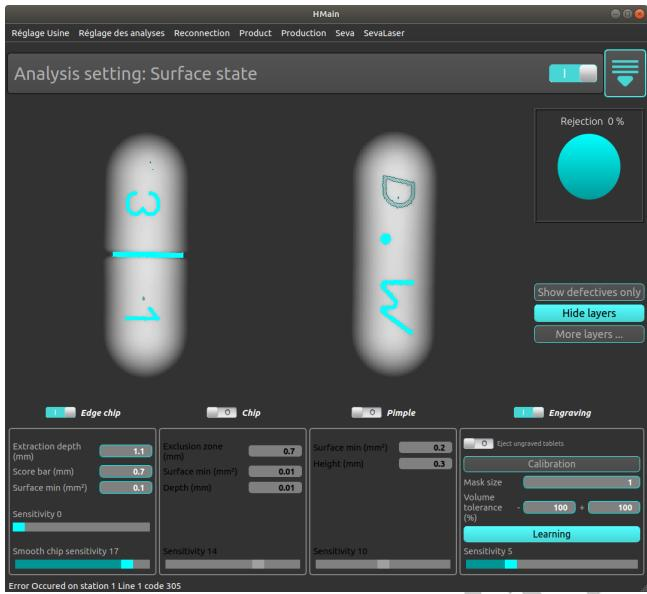

FIGURE 9.2 – Apprentissage gravure
- Cliquer sur les gravures, voir Fig. 9.2